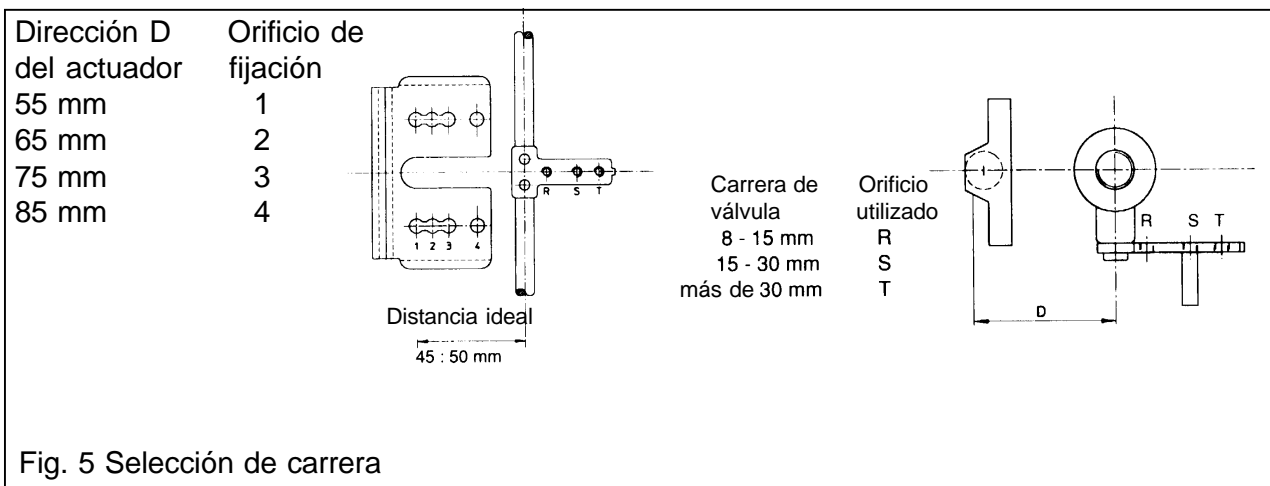

Fig. 5 Selección de carrera
- 2) Fije la placa de montaje (c) al posicionador mediante los dos tornillos M8: la posición del posicionador en la placa debe concordar con la anchura de la horquilla de la válvula de control: los tornillos y el punto de fijación deben localizarse a una distancia ideal de 45-50 mm del eje del vástago de válvula (véase fig. 5). Por esta razón los agujeros de fijación 1, 2, 3, o 4 deben elegirse de acuerdo con la medida de la horquilla. Con válvulas estándar, el agujero de fijación es normalmente el número 1 pero con horquillas más anchas el punto de fijación es movido proporcionalmente a los agujeros 2, 3, o 4 para mantener la distancia de fijación desde el eje dentro de los valores ideales.
- 3) Atornille y fije el pasador deslizante en su placa después de determinar el agujero a utilizar (R-S-T) de acuerdo con la carrera de la válvula; haga referencia a la fig. 5.